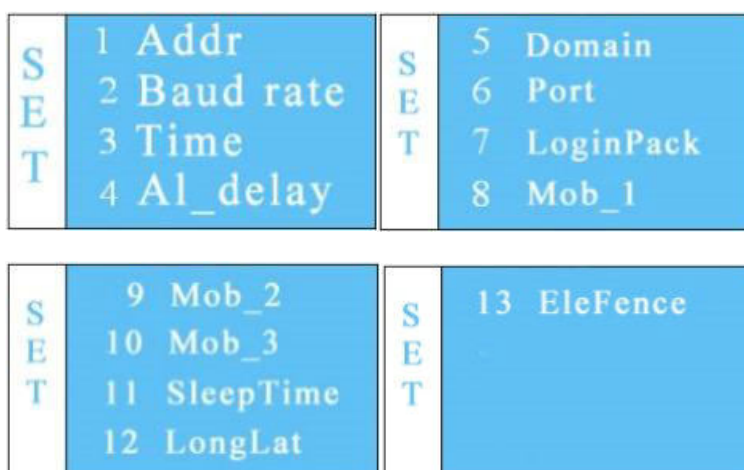

Рисунок 4.9. Подменю Sys.set
Есть 13 опций для Sys.set: Addr, Baud rate, Time, Al_delay, Domain, Port, Login Pack, Mob_1, Mob_2, Mob_3, SleepTime, LONT(L) and LAT(M), EleFence (Рис. 4.9.):